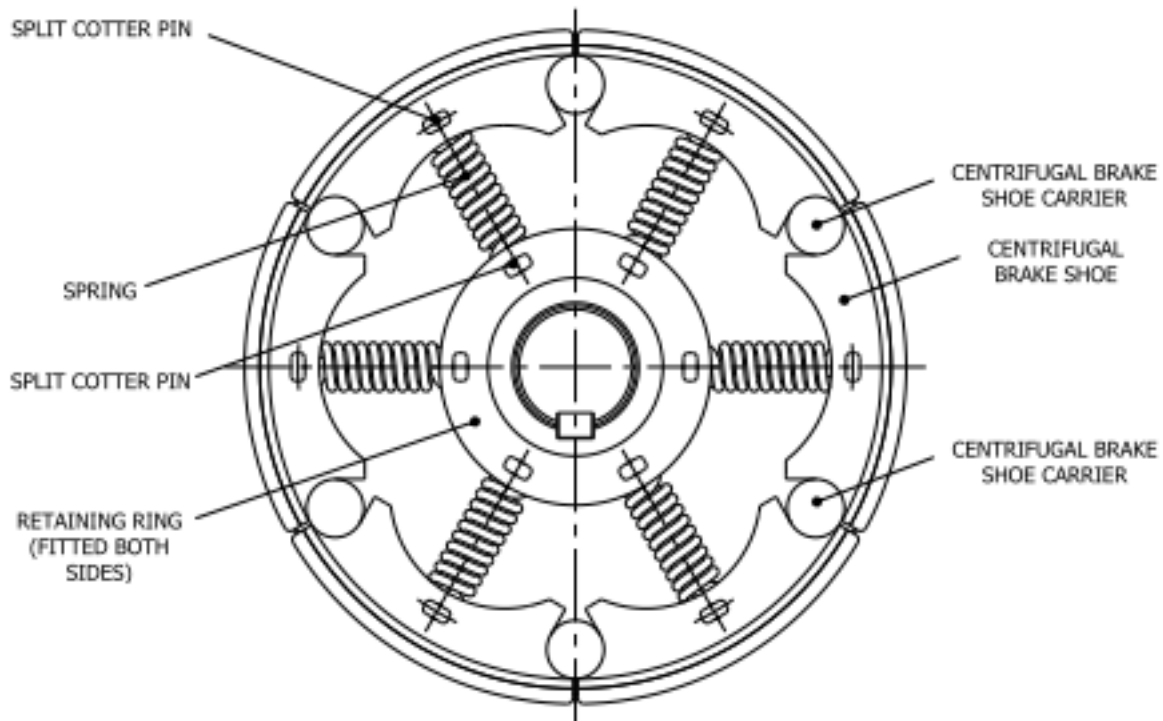

Figure 6.4 : Montage du patin de frein centrifuge
- Retirez les goupilles cylindriques fendues et les ressorts qui retiennent les patins au porteur. Voir figure 6.4 : Montage du patin du frein centrifuge.